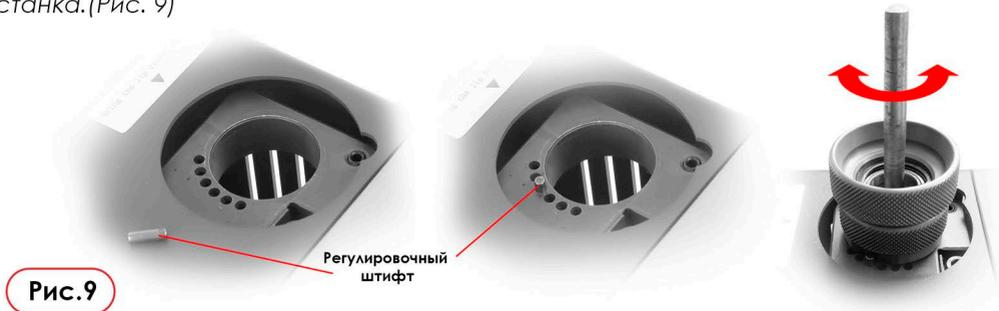

Рис.9
- Параметры затыловки можно регулировать, переустанавливая регулировочный штифт в одну из шести предусмотренных для этого лунок затыловочного узла станка. (Рис. 9)